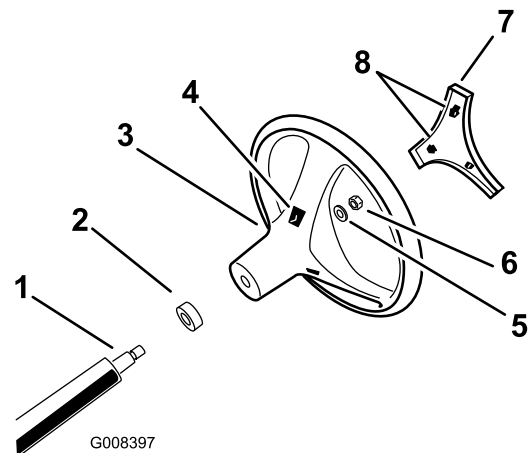

Figura 3
- Sujete el volante a la columna con la contratuerca y apriete la contratuerca a 24-29 N·m (18-22 pies-libra), como se muestra en la Figura 3.
- Alinee las pestañas del embellecedor con las ranuras del volante y coloque el embellecedor a presión en el centro del volante (Figura 3).